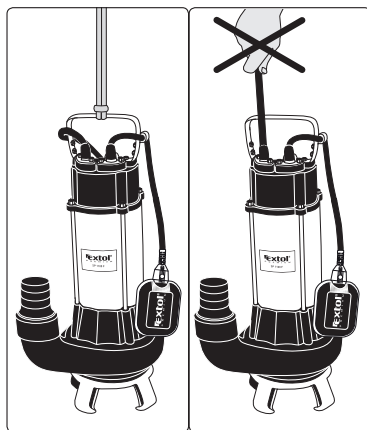

Abb. 5
- Sollte die Pumpe aufgehängt werden, muss das Seil oder die Kette eine mehrfache Tragfähigkeit aufweisen, als das Gewicht der Pumpe ist, und sie müssen gegen die Auswirkungen der gepumpten Flüssigkeit beständig sein. Ein Knoten am Seil muss so ausgeführt sein, dass er sich durch Aufquellen nicht lösen kann. Beim Eintauchen der Pumpe in die gepumpte Flüssigkeit darf sich die Pumpe vom Seil der Kette nicht lösen und fallen. Tauchen Sie die Pumpe niemals am Netzkabel ein, siehe Abb.5. Die Pumpe ist zu schwer und dadurch könnte die Dichtung an der Zuleitung in die Pumpe beschädigt werden oder die Verbindungskontakte könnten sich lösen.